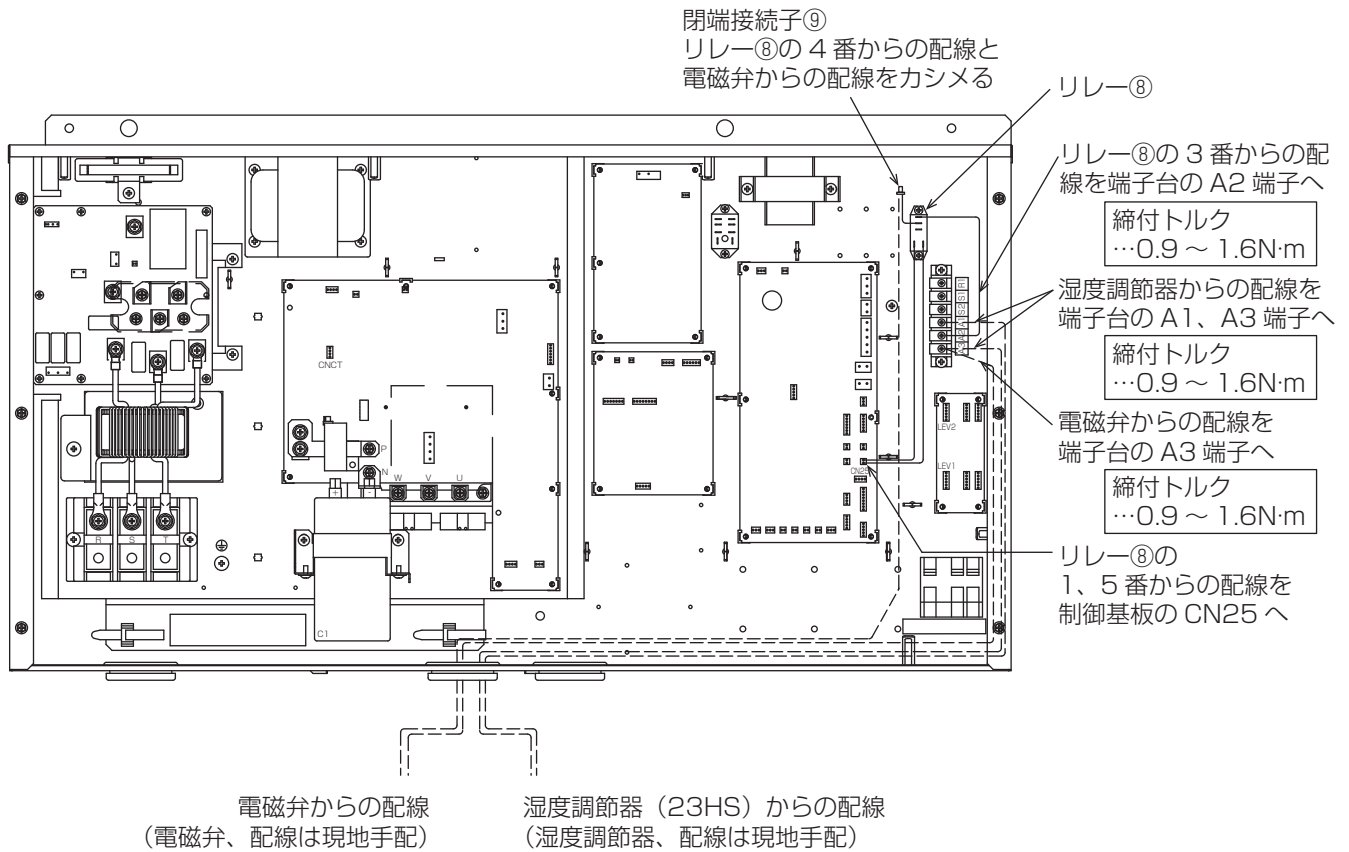

図 7
- 2) リレー⑧をねじ（3.5 × 8）⑩にて取付けてください。（ねじ 2 本）・・・図 7
- 1) 各配線を図 7～9 を参照に接続してください。